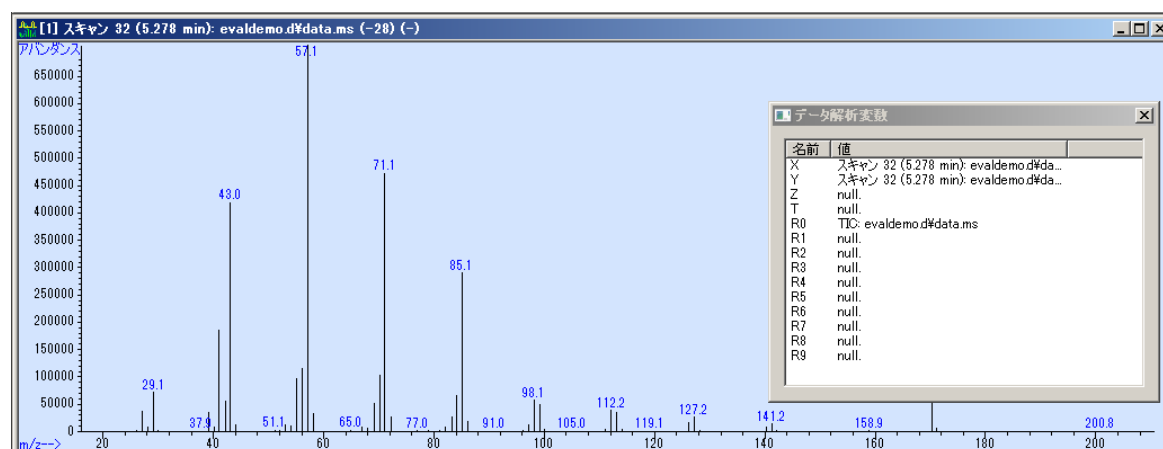

図 38 ドデカンの減算済みスペクトル
- 2 [減算] ボタン  を選択します。差 (Y - X) を示すスペクトルのラベルには、タイトルの後に [-] が付けられています。図 38 を参照してください。
図 38 (81 ページ) に示すドデカンのスペクトルの確認では、170 にドデカン (mw = 170) 分子イオンが存在し、ターゲットイオンとして使用されることが示されています。ドデカンの分子量の半分にあたる 85 のイオンも有意であり、クオリファイアイオンとして使用されます。
- 1 検索するスペクトルを選択します（[データ解析変数] ウィンドウの [X]）。図 38（81 ページ）を参照してください。